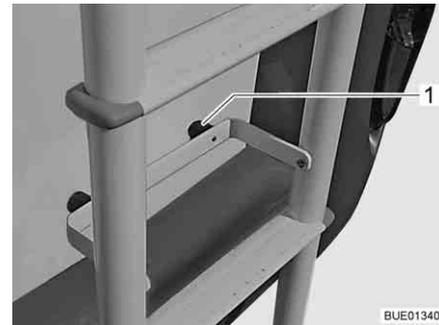

Fig. 2 Echelle rabattue vers le bas
- Poser l'arceau de protection avec les alvéoles en caoutchouc (Fig. 2,1) contre la paroi arrière du véhicule.